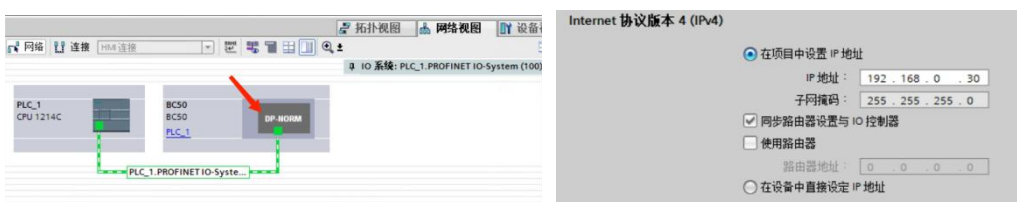

Fig 73. PLC Profinet-设置与 PLC 进行 Profinet 连接的读码器的 IP 地址
5. 如 Fig 73 所示, 双击 BC50 图标的绿色网口, 将 IP 地址改为 BC50 读码器当前的 IP 地址 (如 192.168.0.30)。